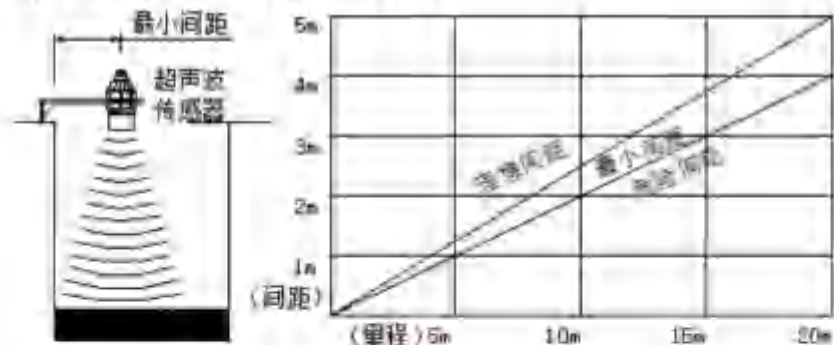

图 3-6
- ④ 探头的安装应避免其发射的声波通道与容器壁保持理想区域内，如果安装距离小于理想区域下线所规定的距离，则应将探头安装在“最小间距”区域之内。如果距侧壁的安装距离仍“最小间距”线的下方，变送器将有可能不能正确地测量物位，如图 3-6 所示：